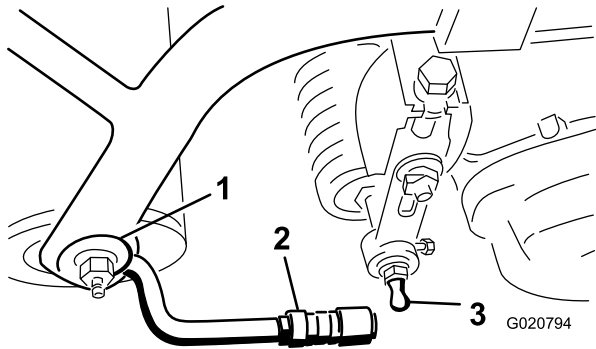

Bild 8
3. Schieben Sie die Hülse an jeder Kugellageraufnahme zurück und haken Sie die Aufnahme in den Kugelbolzen der Schneideinheit ein. Lösen Sie die Hülse, sodass sie über den Bolzen geht und die Teile miteinander verbindet (**Bild 8**).